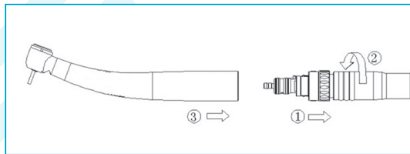

Fig. 6-11
- Aparafuse o acoplamento LED no tubo da turbina (Fig. 6-11①).
- Aperte manualmente a tampa roscada do tubo da turbina (Fig. 6-11②).
- Monte o dispositivo médico com precisão no acoplamento LED até que este fique bloqueado no dispositivo médico emitindo um ruído (Fig. 6-11③).